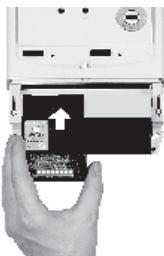

Рисунок 11
- 3) исключая касания проводящих частей на плате модуля, вставить модуль в специальное углубление, находящееся в нижней части крышки счетчика; надавить на модуль по направлению движения до щелчка фиксирующего выступа (см. рисунок 11);